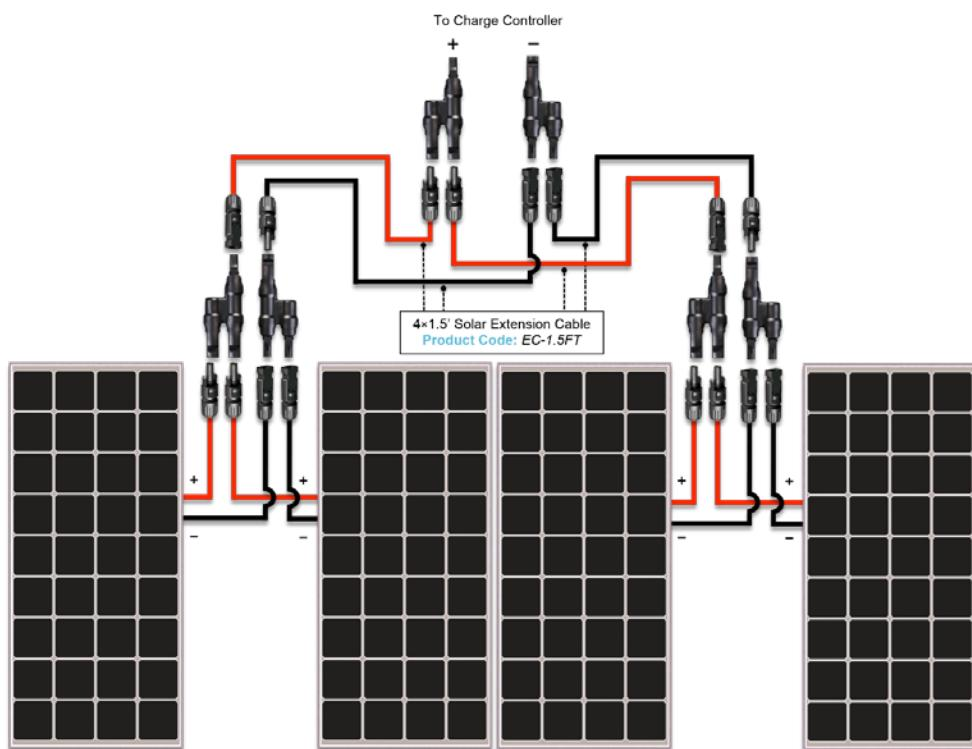

Figura 8.5 Cuatro Paneles de RNG-100D en paralelo
La **Figura 8.5** anterior muestra la disposición para conectar cuatro paneles solares en paralelo. Esta disposición es aplicable si los paneles solares son para ser montados en una configuración de **1x4** como se muestra arriba. Para esta configuración, usted tendrá que comprar 4x1,5 de Cables de extensión Solares MC4. Esta conexión requiere **tres (3)** pares de conectores de derivación MC4. Cuando uno o varios paneles se montan en diferentes ubicaciones, es decir, separados por una distancia, los paneles deben ser extendidos con los cables de extensión MC4 (vendidos por separado).